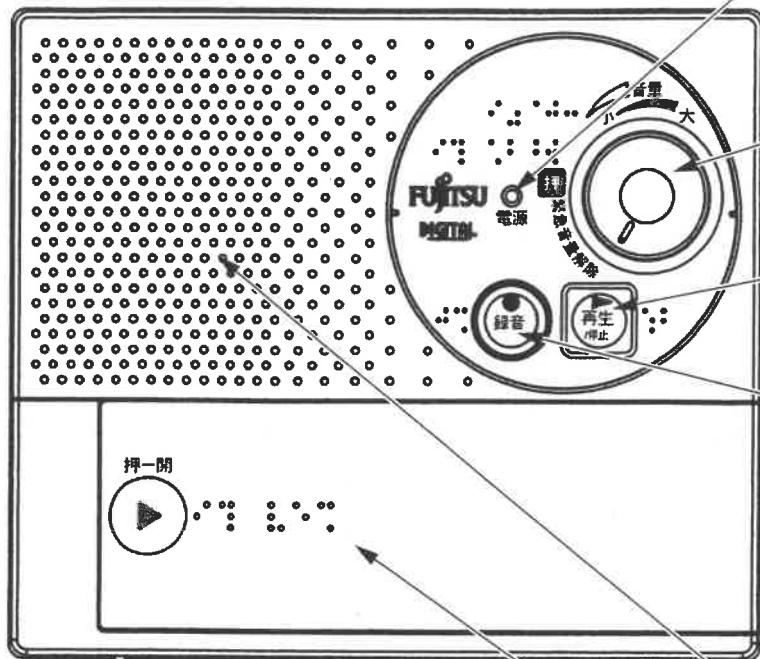

図1-1正面
2. 図1-1に示すように電池プラタの「▶」の部分を指で押しながら、右方向に動かすと電池プラタがスライドします。古い乾電池を取り出して下さい。